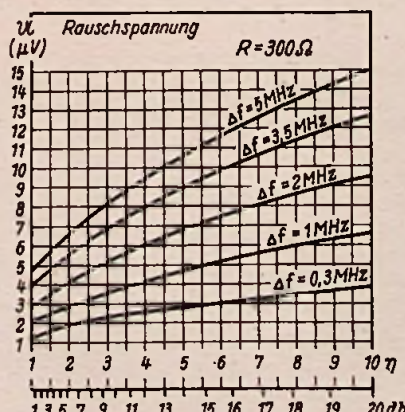

Bild 1. Rauschspannung in Abhängigkeit von der Rauschzahl beim Eingangswiderstand von 300 Ω
In Bild 1 und 2 sind für verschiedene Rauschzahlen entsprechende Werte für die Rauschspannung bei verschiedenen Bandbreiten angegeben. Die Angabe eines Wertes für η ist also die unverstellte. Man kann dann leicht mit Hilfe von Formel (11) auf eine andere Größe bei speziellen Fällen übergehen.
wenn für e und kT_0 die Zahlenwerte eingesetzt werden (I_a in Ampere, R in Ohm). Praktisch richtet man die Meßanlage so ein, daß $X = 2$ wird, d. h. man steigert den Strom I_a der Rauschdiode so weit, daß am Verstärker-ausgang die doppelte Leistung im Vergleich zur nicht geheizten Rauschdiode angezeigt wird. Bei einer Rauschzahl von 10 muß z. B. ein Strom von 1,65 mA durch die Rauschdiode fließen. Natürlich kann man auch andere Rauschgeneratoren verwenden. Daß man zur Rauschmessung Generatoren benutzen muß, die sämtliche in das Übertragungsgebiet fallende Frequenzen abgeben, ist klar, denn das Störrauschen enthält ja alle diese Frequenzen. Außerordentlich wichtig aber ist bei der Rauschmessung die saubere Anpassung des Generators an den zu messenden Empfänger, wie dies z. B. aus den stark verschiedenen Kurven in Bild 1 und 2 hervorgeht. Diese Forderung auf genaue Anpassung ist mit ein Grund für den hohen Preis solcher Rauschgeneratoren. P. Marcus